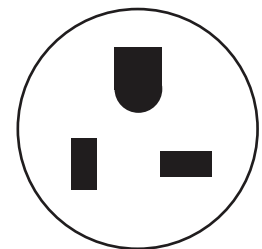

Fig. 64
* Las T2 norteamericanas vienen con un conector de bloqueo NEMA L5-20P resistente al agua y un adaptador para el NEMA 5-20P (consulte la Fig.64).